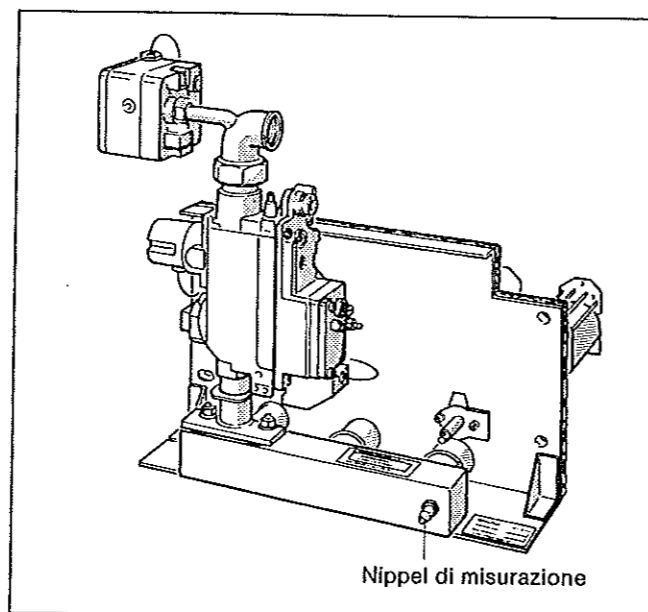

Fig. 37: Bruciatore a gas Tipo „Junkers“ CE 423 I.
- Allentare di due giri circa la vite di chiusura del nippel di misurazione sul tubo di distribuzione del gas (Fig. 37) ed applicare il tubo di misurazione del manometro a U.